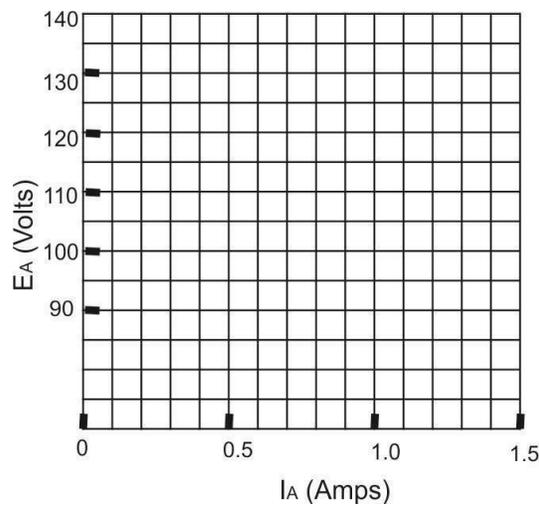

Figura 5
4. En la figura 5 trace la gráfica de la característica de carga E_A en función de I_A . Use los datos en la tabla 2.